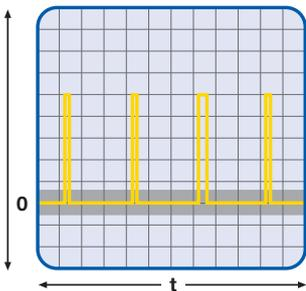

Figura 1: Imagen óptima del transmisor Hall
(figura 1)
4. Comprobación de la tensión de la señal. Conectar el cable de medición del osciloscopio y arrancar el motor. En el osciloscopio debe observarse una señal rectangular (figura 1).